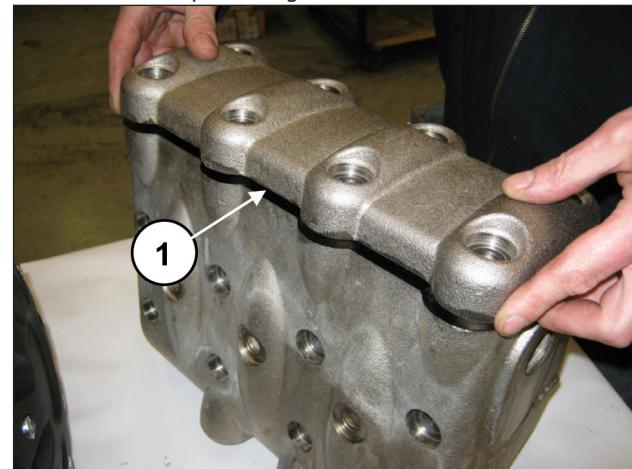

Fig. 128
Al terminar de montar los grupos y el tapón de la válvula, aplicar la tapa de las válvulas (pos. ①, Fig. 128) y apretar los 8 tornillos M16x55 (pos. ①, Fig. 129).